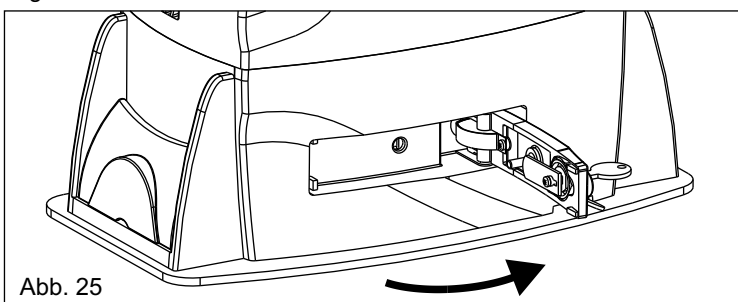

Abb. 25
- Den Entriegelungshebel bis zum Anschlag ziehen, ca. 90° (Abb. 25).